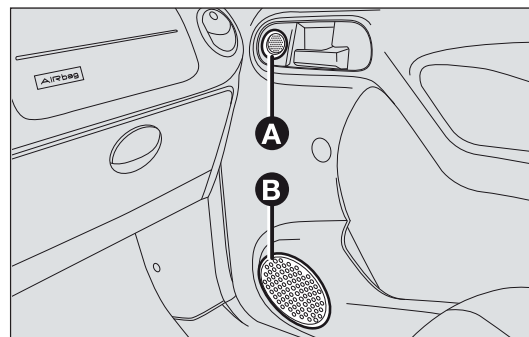

fig. 95
- ☐ dos altavoces tweeter A-fig. 95 y dos woofer B de 40 W máx. cada uno en las puertas delanteras;